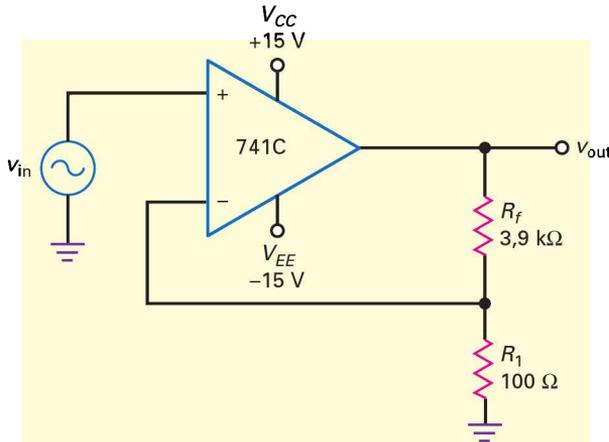

Figure 17.6
D'après la figure 17.6, le 741C possède : $R_{\text{in}} = 2 \text{ M}\Omega$; $R_{\text{MC}} = 200 \text{ M}\Omega$. Que vaut la résistance d'entrée boucle fermée ? Utilisez pour le 741C une valeur du gain A_{VOL} classique : 100 000.
17.2 Avez-vous compris ? Reprendre la figure 17.6 en faisant passer la résistance de $3,9 \text{ k}\Omega$ à $4,9 \text{ k}\Omega$ et calculer $z_{\text{in(CL)}}$.
Utilisez les données et les résultats de la question précédente pour calculer l'impédance de sortie boucle fermée sur la figure 17.6. Utilisez $A_{\text{VOL}} = 100\,000$ et $R_{\text{out}} = 75 \Omega$.